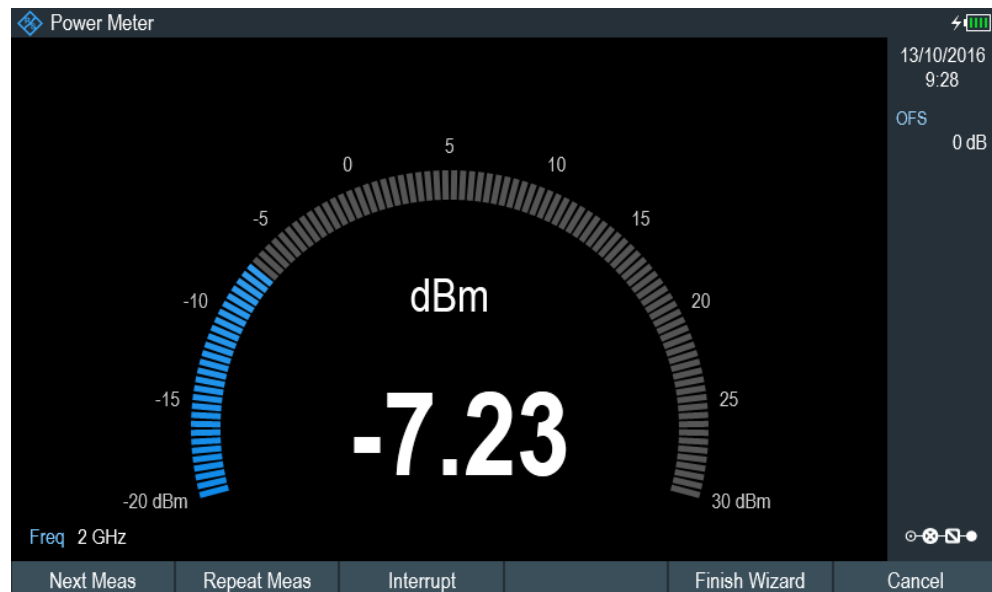

Рисунок 6-5 – Диалоговое окно мастера измерений
- Нажмите функциональную клавишу "Continue" (продолжить). Портативный анализатор R&S Cable Rider ZPH закончит текущее измерение и откроет диалоговое окно мастера измерений. См. рисунок 6-5.